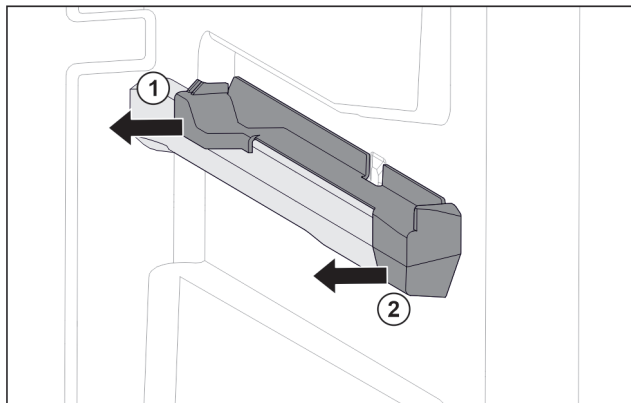

Fig. 73 Násuvný diel na pravom rebre nádoby
- ▶ Stiahnite násuvný diel vzadu do strany. Fig. 73 (1)
- ▶ Stiahnite násuvný diel vpredu do strany. Fig. 73 (2)